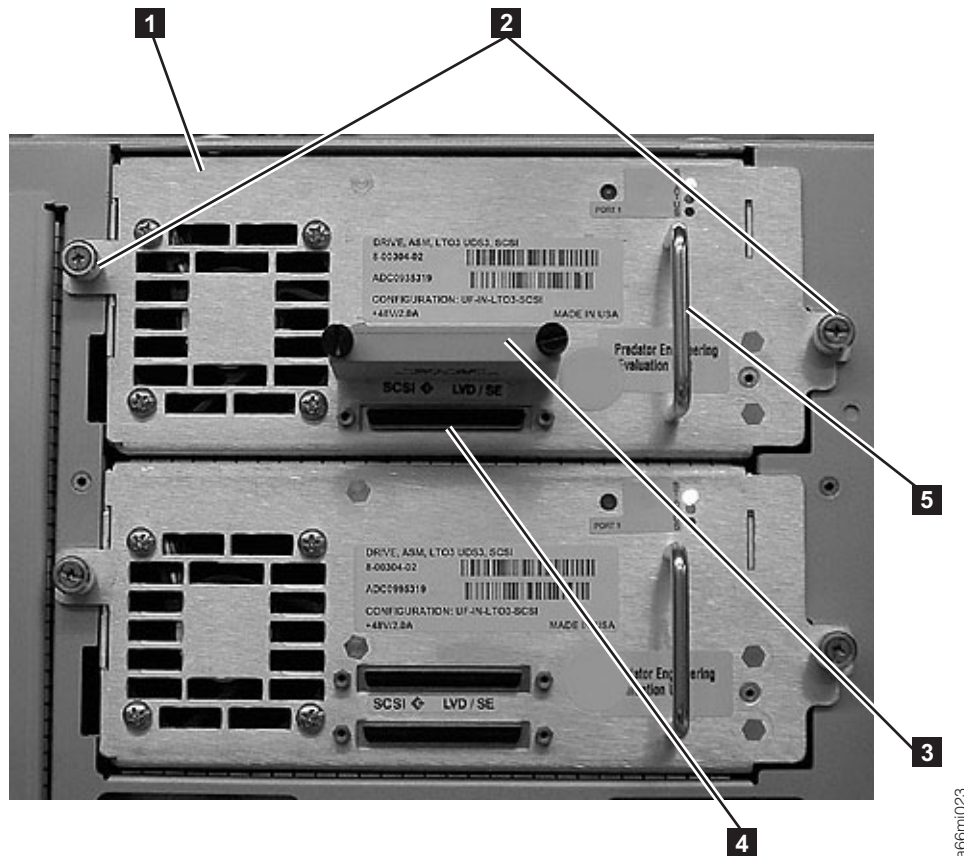

Figura 3-13. Unidad de cintas (detalle)
2. Sujete el asa (5 de la Figura 3-13) y deslice lentamente la guía de unidad para insertarla en la ranura de unidad, sujetando la guía de unidad por la parte inferior.
3. Apriete los dos tornillos de mano (**2** de la Figura 3-13 en la página 3-15) que sujetan la guía de unidad en su posición, girándolos en el sentido de las agujas del reloj.
- a. Para una guía de unidad SCSI, enchufe el cable y el terminador a la guía de unidad. Apriete los tornillos de mano que sujetan el cable SCSI (**4** de la Figura 3-13 en la página 3-15 muestra el receptáculo SCSI) y el terminador (**3** de la Figura 3-13 en la página 3-15) en su posición girándolos en el sentido de las agujas del reloj.